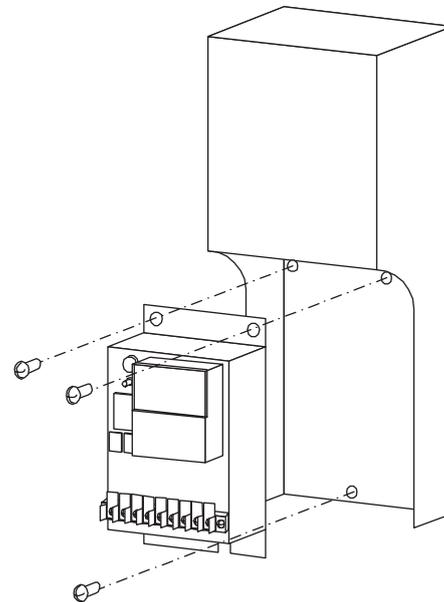

図 2 タイマーキット組込図 (蓄熱槽ユニット)
- (3) タイマーキット本体は、制御箱下部の本体カバーを外して蓄熱槽ユニット内制御箱下取付板に、取付ネジ（3 本）を使って図 2 の様に取付けてください。なおタイマーキット本体取付ネジ穴（3 カ所）のうち下側のネジ穴（1 カ所）に、予め取付ネジ（1 本）を途中までねじ込んでから取付けると、作業が容易になります。